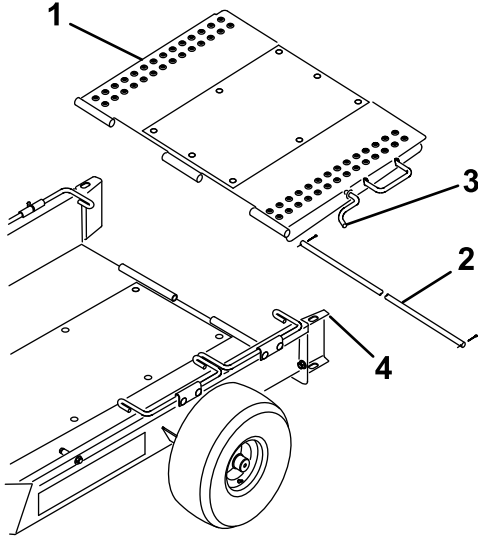

图3
- 用铰链杆和 2 个开口销将拖车坡道安装到拖车底板的后面 (图3)。
- 将拖车坡道向上转动，并将坡道门锁挂入车轮导轨顶部的孔中 (图3)。